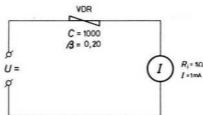

Bild 101
- Zeichnen Sie die Skala des Spannungsmessers nach Bild 101